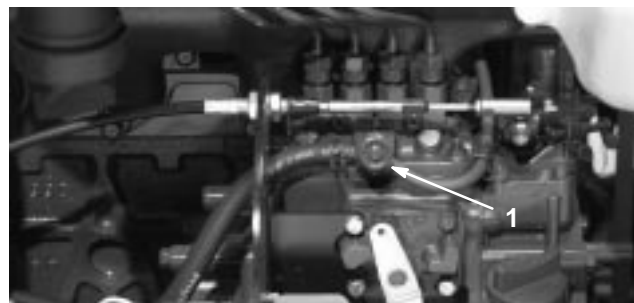

Figure 27
3. Desserrez la vis de purge sur la pompe d'injection (Fig. 27).